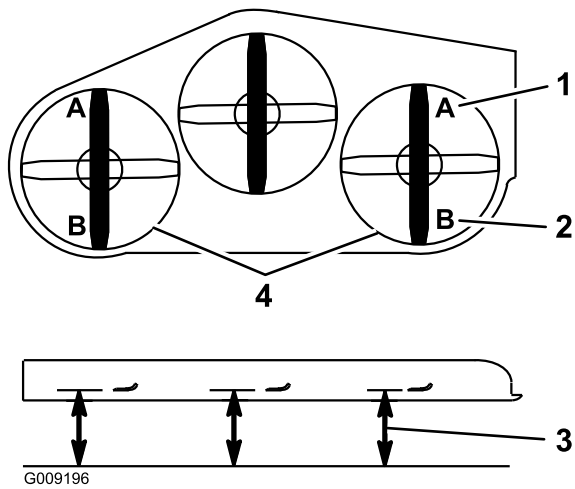

Bild 93
9. Messen Sie an beiden Seiten des Mähwerks den Abstand von der ebenen Fläche bis zur vorderen Messerspitze (Stellung A). Der Wert sollte 7,6 mm sein (Bild 93).
15. Messen Sie an beiden Seiten des Mähwerks den Abstand von der ebenen Fläche bis zur hinteren Messerspitze (Stellung B). Der Wert sollte 8,3 cm sein (Bild 93).